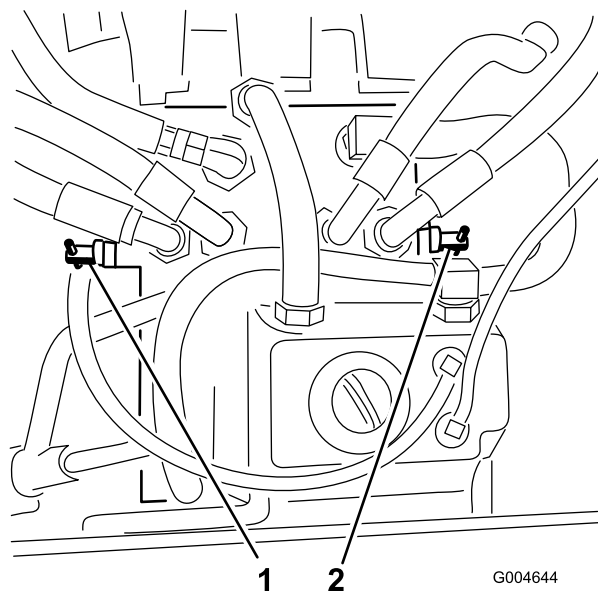

Figure 26
2. Localisez les vannes de dérivation (Figure 26) et tournez-les d'un tour dans le sens antihoraire.
4. Fermez les vannes en les tournant d'un tour dans le sens horaire (Figure 26).